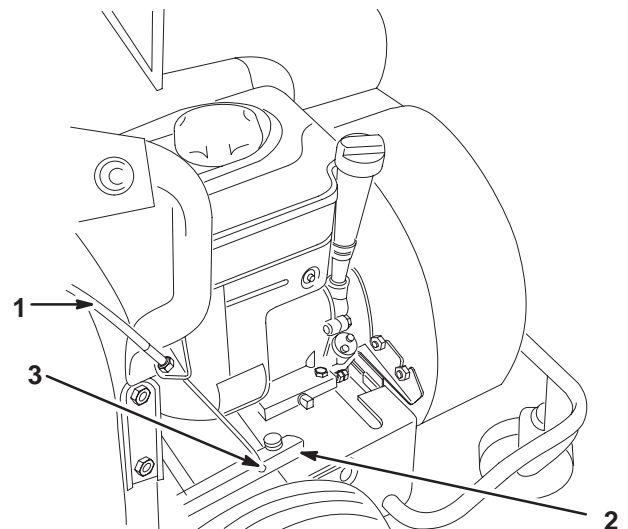

Bild 4
- Haken Sie das untere Ende (Kugelende) des Fahr-antriebs-Bowdenzugs in den Schlüssellochschlitz am Arm der Fahr-antriebs-Schutzvorrichtung ein (Bild 4).
- Befestigen Sie die Kugel mit einer Schraube und Mutter im Schlüssellochschlitz (Bild 4).